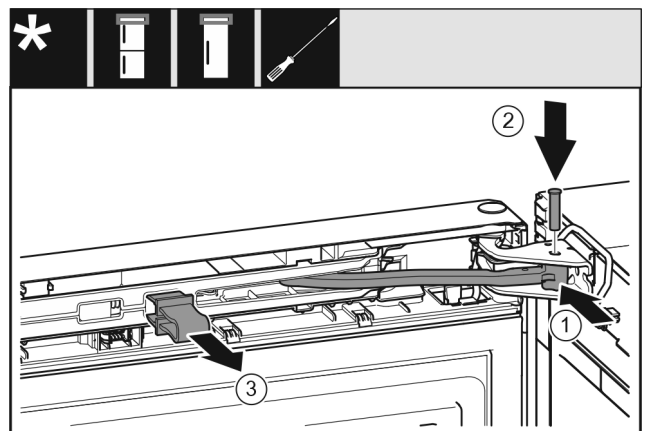

Fig. 45
- ▶ Tourner la jointure Fig. 45 (1) dans le support de palier.
- ▶ Insérer l'axe Fig. 45 (2) dans le support de palier et la jointure. Veiller à ce que l'ergot soit bien en place dans la rainure.
- Retirer la fixation Fig. 45 (3).